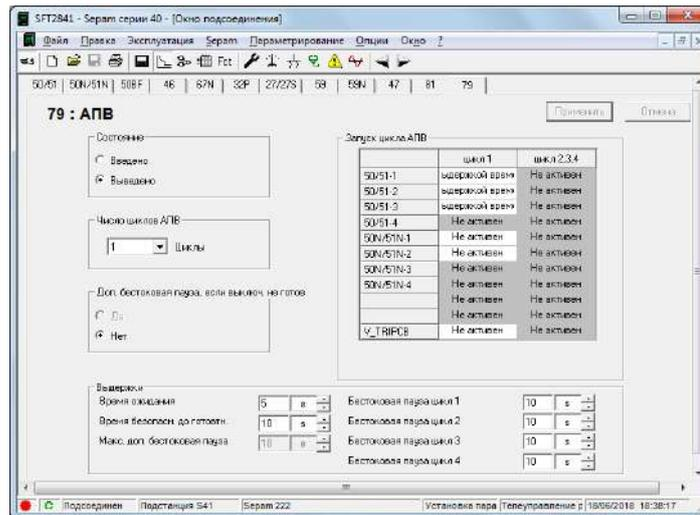

Рисунок 7.4 – Окно «79 уставки автоматики повторного включения»
- 10. На вкладке 79 расположены уставки автоматики повторного включения (АПВ) (рис. 7.4).